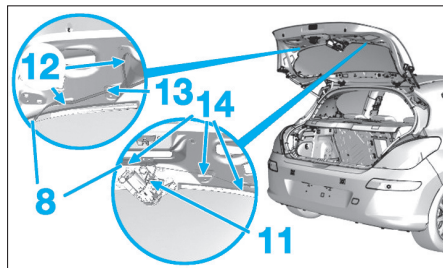

Fig. 173
- Débrancher le connecteur (11) (Fig.173).
- Dégrafer et écarter en (12), (13) et (14), le faisceau électrique (8).